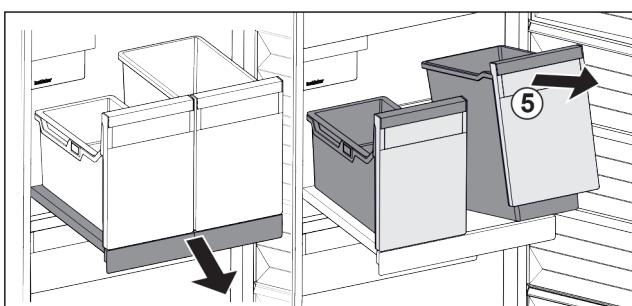

Fig. 22
- Nádobu Fig. 22 (5) vpředu nadzvedněte.